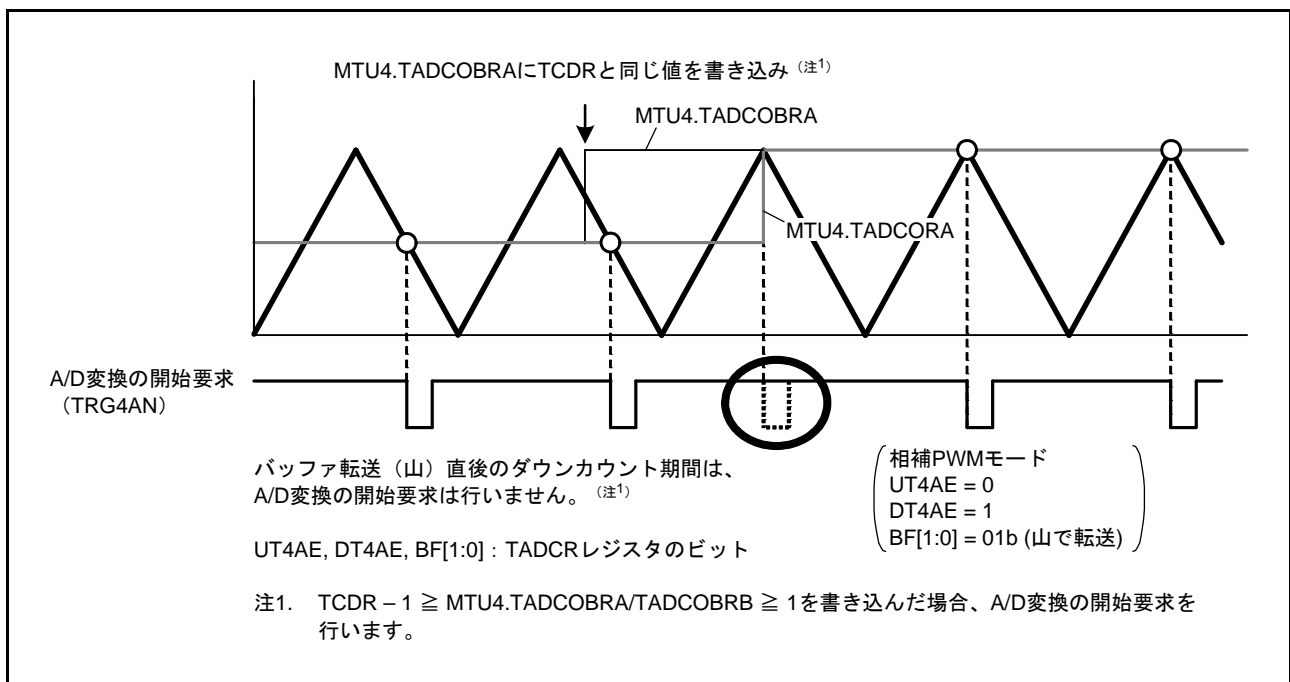

図 19.142 MTU4.TADCOBRA に TCDR と同じ値を書き込んだときの A/D 変換の開始要求 (MTU4)
- MTU4.TADCOBRA、MTU4.TADCOBRB レジスタに TCDR レジスタと同じ値、かつ、MTU4.TADCR レジスタの DT4AE、DT4BE ビットに“1”を設定して、MTU4.TCNT カウンタの山でバッファ転送したとき、転送直後のダウンカウント期間については A/D 変換の開始要求を行いません (図 19.142)。